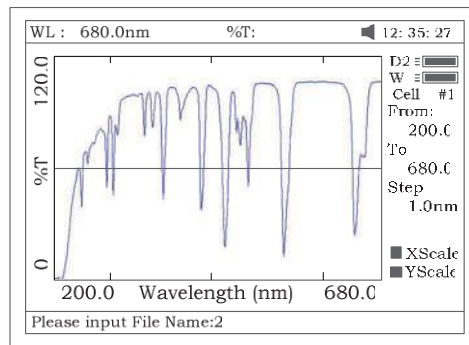

Fig 14
- Nombre la curva con el teclado alfanumérico (Fig 14) y pulse **ENTER** para confirmar.